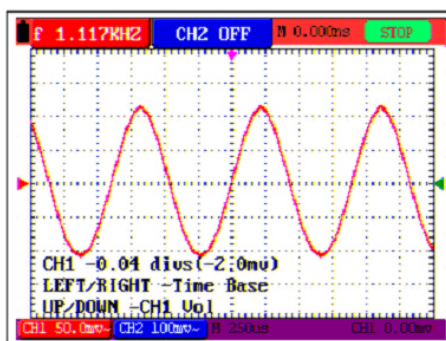

Figura 11.- Congelación de la pantalla.
2. Pulse la tecla **RUN/STOP** una vez más para reanudar su medida. (Ver Figura 11).